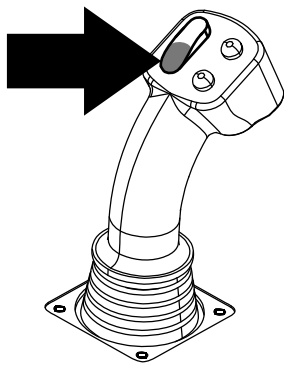

Figura 22
**Importante:** Asegúrese de mantener presionada del todo la sección inferior del interruptor basculante de la leva, en el joystick izquierdo, hasta completar la acción de cada paso (Figura 22).